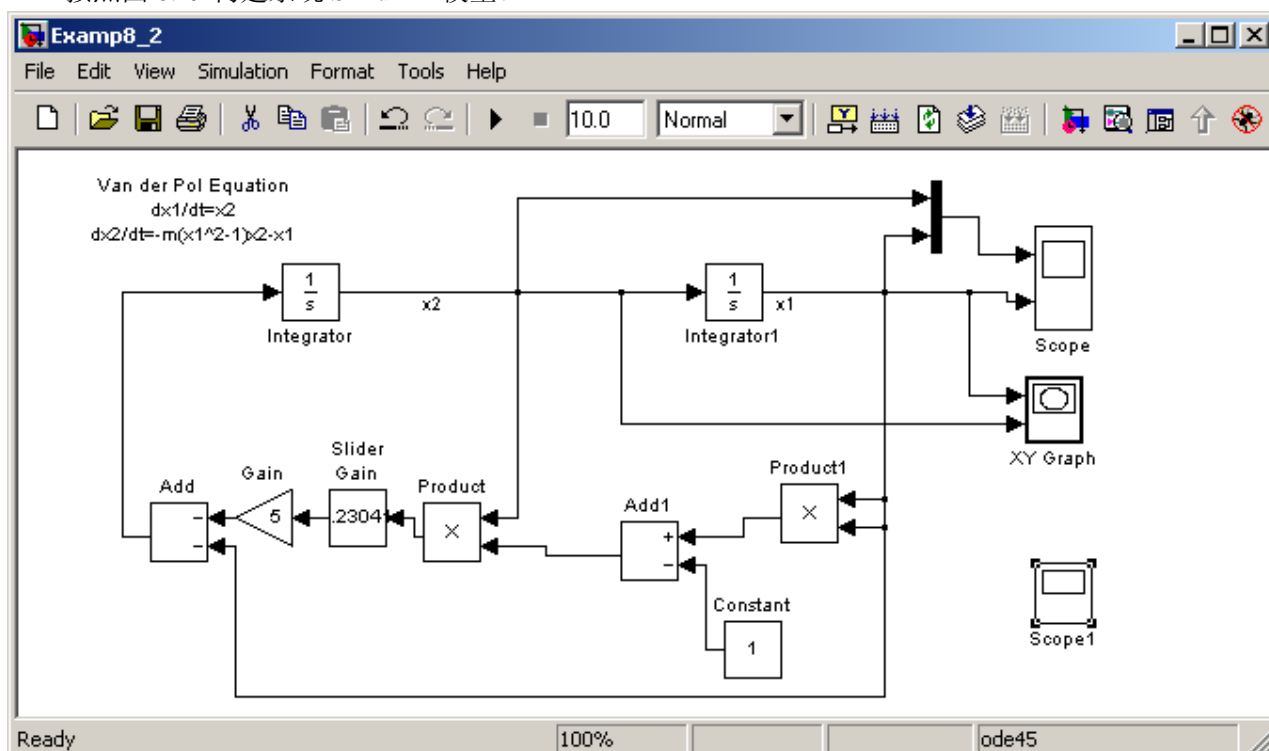

图 8.29 求解 Van der Pol 方程的 Simulink 模型
按照图 8.29 构建系统 Simulink 模型。
(4) 其它模块设置可参见图 8.29。